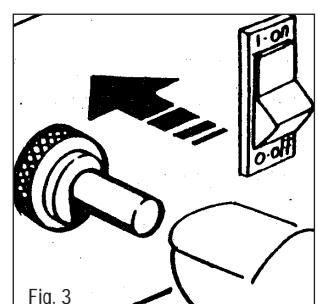
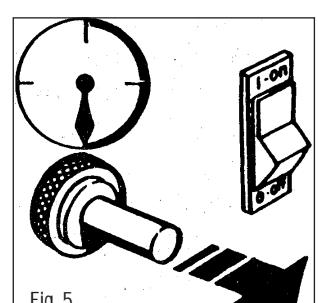

Fig. 3
Fig. 5
- Tryk på gasventilens knap og tryk samtidigt nogle gange på den piezoelektriske knap, indtil brænderen starter. (Fig. 3 - 4). Når brænderen starter, hold ventilens knap indtrykket ca 10 sekunder (Fig. 5). Hvis brænden slukkes når varmeapparatets ventilknap slippes, vent da nogle minutter og gentag operationen. Hold da ventilknappen indtrykket i en længere tid.